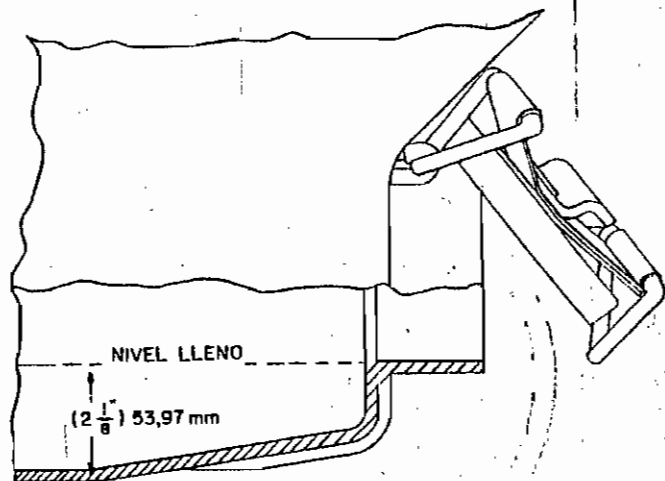

Fig. 3. Nivel del compuesto en la caja de engranaje
3. La caja de engranaje tiene una abertura de llenar en la mitad inferior (vease la Fig. 3). Cuando el nivel del lubricante está por debajo de la marca "lleno" (full), agréguese compuesto lub-
2. Cuando el nivel del lubricante ha caído por debajo de la marca de nivel lleno (full), agréguese lubricante hasta sobrellenar, conforme está determinado por la abertura de llenar (véase la Fig. 3).
3. Manténgase una registro o record del tiempo o kilómetros (millas) y la cantidad de lubricante agregado. Usese el tapón de nivel y un medidor sencillo para determinar el nivel del lubricante (véase la Fig. 3).